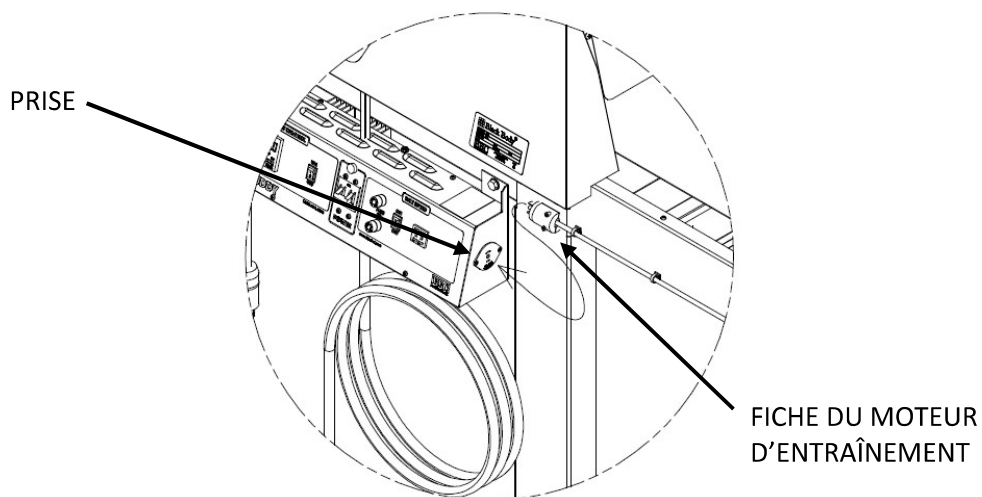

Figure 6
2. Insérez la **FICHE DU MOTEUR D'ENTRAÎNEMENT** dans la **PRISE** du **PANNEAU DE COMMANDE**. Tournez la **FICHE** pour la verrouiller en place (voir Figure 6).